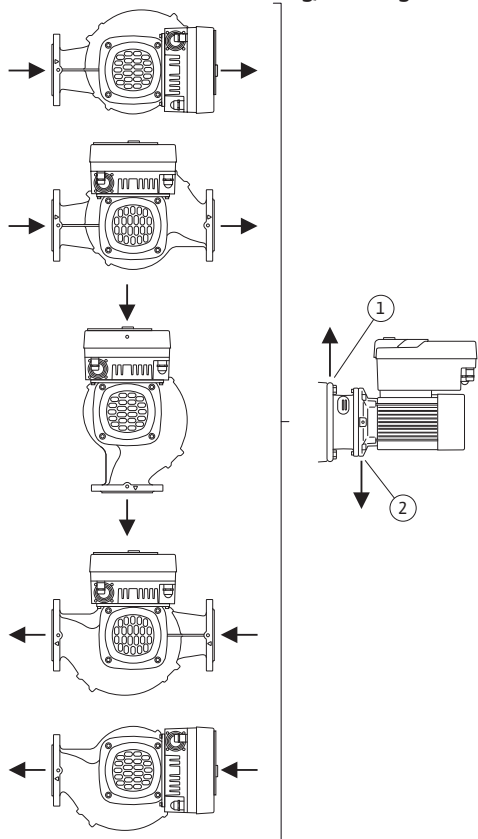

Fig. 16: Tillåtna monteringslägen med horisontell axel
- På horisontella motoraxlar måste kondensathålen peka nedåt (Fig. 16, pos. 2). Vid behov måste motorn vridas.